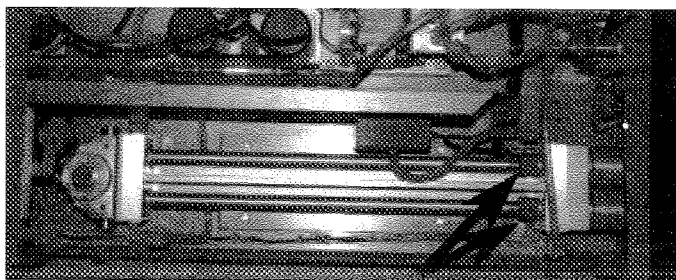

图 1-4 测量光池内部
①关闭电源,拔除电源连线。打开机箱盖子,注意采取防静电措施。
②进行仪器内部的除尘清扫,只能用皮老虎、洗耳球、小毛刷、小吸尘器等。首先尽可能用真空泵抽吸抽气管所能到达的部位,然后用低压压缩空气吹走剩余的灰尘,最后用软毛刷刷去残存的灰尘。
③完成仪器内部清洁后,重新开机。
②用手同时松开两个测量光池的固定螺母(图1-4内的两个粗箭头指示处),轻轻取下两个测量光